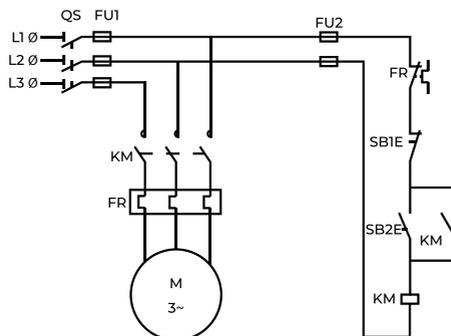

Fig. No. 3.1.1 Circuito di controllo del contattore a autosblocco e rotazione positiva
- ▶ Verificare se il layout dei fili sul pannello di controllo è corretto secondo lo schema del circuito (vedi Fig.No.3.1.1).